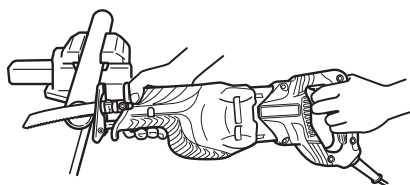

图 19
(1) 在作业前牢牢固定工件。（图 19）
(2) 在切锯金属材料时，请使用适当的机油（涡轮油等）。未使用液体机油时，请给工件涂上润滑油。